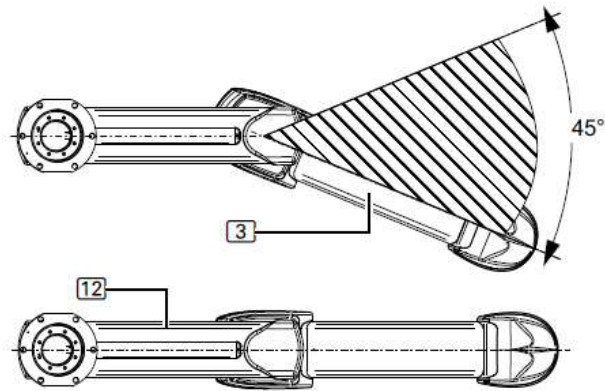

Abb.71 Doppelarmsystem und Reibungslager zwischen den Armen
Bei der Einstellung des Endanschlags gemäß Abbildung 71 beträgt der Totpunktbereich 45° . Das bedeutet, dass der Federarm (3) einen maximalen Bewegungsbereich von ca. 315° hat. Wenn die minimale Einstellung am Endanschlag nicht definiert ist, während die Bremsen am Zwischenlager (11) und am Deckenlager (10) eingestellt werden, ist es ziemlich schwierig, das Aufhängungssystem aus der gestreckten Position (12) zu biegen und es am Zwischenlager (11) des Federarms (3) zu drehen.